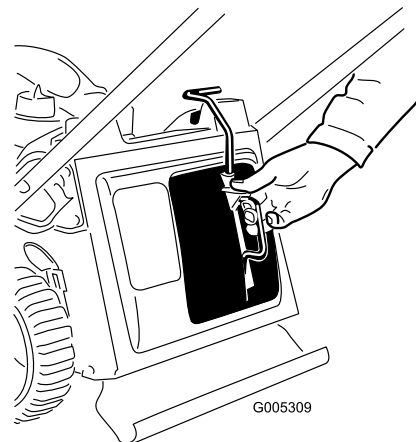

Figure 23
1. Enlevez l'obturateur de broyage (Figure 23).